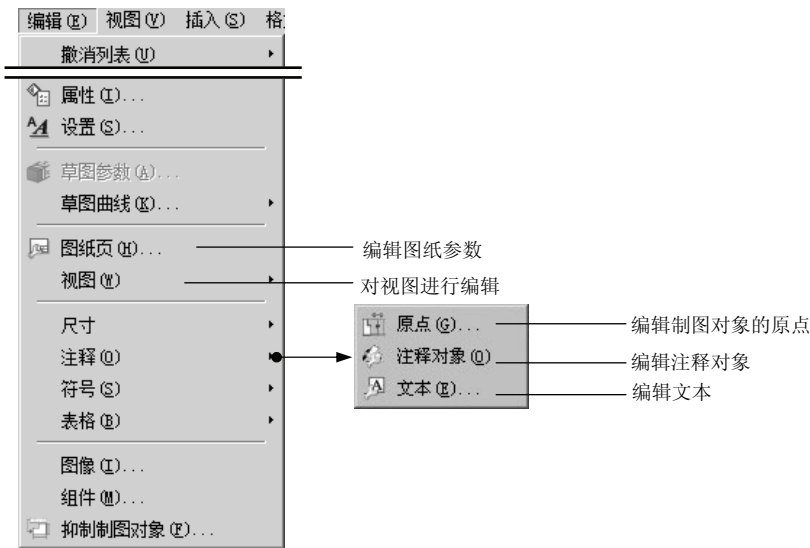

图 2.2.3 “编辑”下拉菜单
(3) **编辑(E)**下拉菜单：主要用于编辑工程图中的尺寸、注释、符号及表格等的属性及样式，如图 2.2.3 所示。